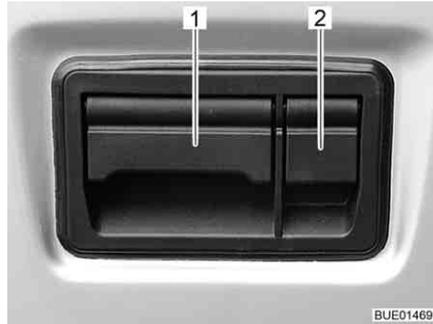

Fig. 31 Cerradura de la trampilla trasera, en el exterior
- Abrir la tapa de protección (Fig. 31,2).
- Tirar de la tapa (Fig. 31,1) hacia arriba y abrir la trampilla trasera.